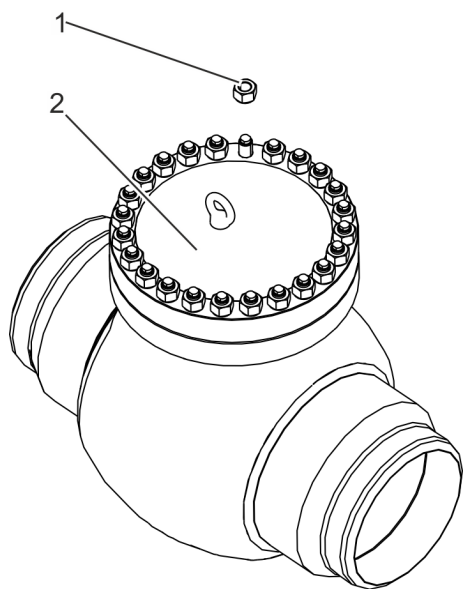

Fig. 23: Atornillar la tapa de la válvula
14. ▶ Atornille la tapa de la válvula (Fig. 23/2) a los espárragos roscados unidos al cuerpo de la válvula con las tuercas (Fig. 23/1) sin apretarlas del todo.
Apriete las tuercas (Fig. 23/1) con el par de apriete prescrito siguiendo el esquema en cruz.